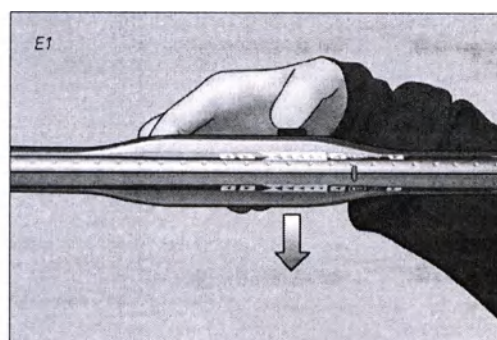

Рисунок E1
9. Чтобы изменить положение стента, сначала его необходимо захватить при открытом подъемнике. **Примечание:** не переправляйте дальше систему доставки, если стент развернутый частично. Нажмите кнопку системы управления с боку системы доставки в противоположную сторону (рис. E1). **Примечание:** держите палец на кнопке, нажимая пусковой рычажок при первом повторном вводе стента. Продолжить нажатие пускового рычажка при необходимости повторного введения стента.
Чтобы сохранить размещение проволоки, нажмите кнопку системы управления с боку системы доставки в противоположную сторону (рис. E1). Нажмите спусковой рычажок для